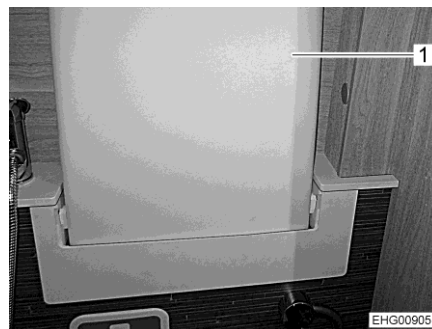

Bild 137 Waschbecken (nach oben geklappt)
- Waschbecken (Bild 137,1) an der Vorderkante greifen und nach oben zur Wand schwenken, bis es durch Magnetkraft in dieser Position gehalten wird.
- Waschbecken (Bild 137,1) an der Vorderkante greifen und gegen die Magnetkraft von der Wand wegziehen.